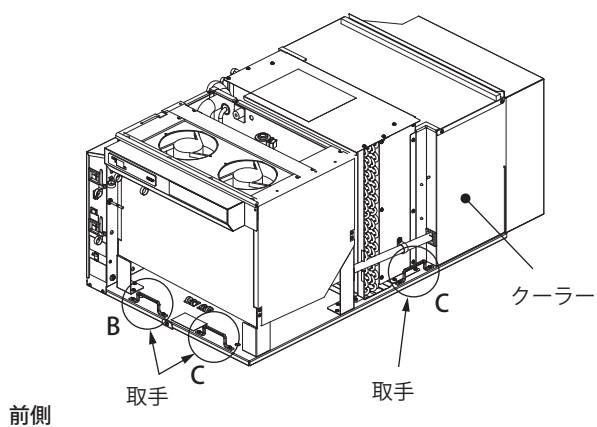

図12
- ・クーラーを持ち上げる場合は取手およびダクト斜辺下部を持つようにしてください。配管や制御ボックスなどその他の部品を持つと破損の原因になります。(図12、13)